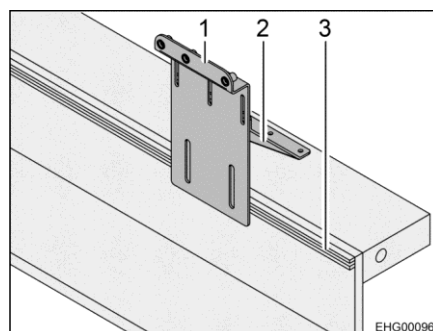

Fig. 1 Étrier de roue de secours (sur le rail d'arrimage)
- Monter l'étrier (Fig. 1,1) sur le rail d'arrimage avec les vis à oreilles (Fig. 1,3) jointes.
- Monter l'équerre (Fig. 1,2) à la paroi arrière du garage avec les vis auto-taraudeuses jointes.